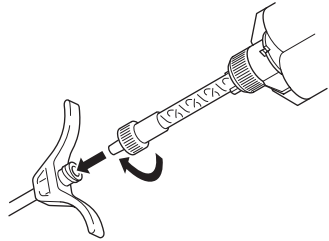

Figura 4: Conecte la punta de mezcla Cortoss a la cánula de cementación
- Conecte la punta de mezcla Cortoss a la cánula de cementación (figura 4).